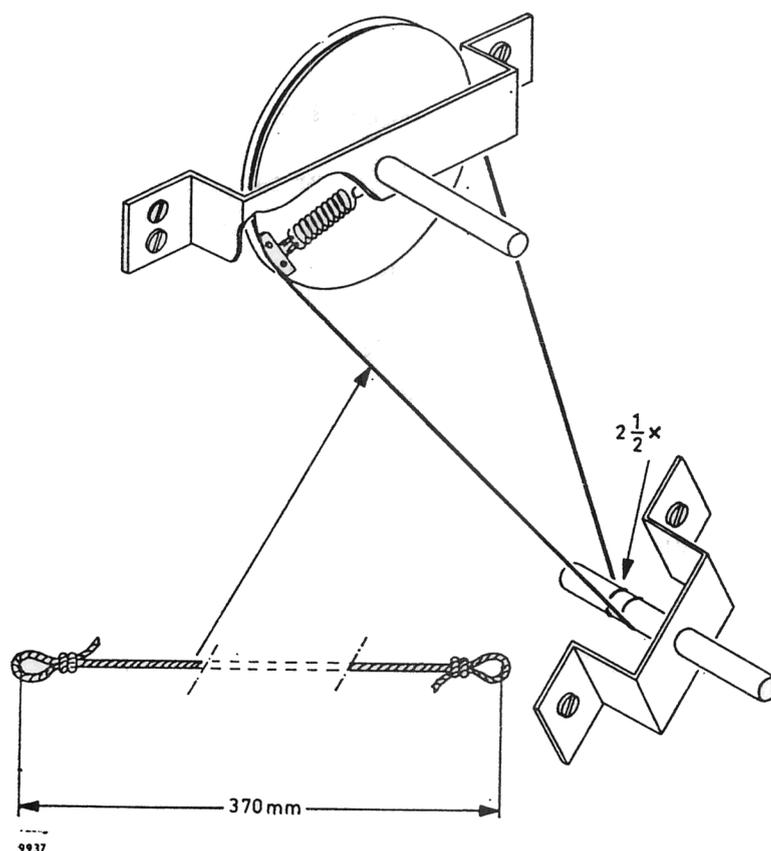

Fig. 31. Entraînement du cadran
E. REMPLACEMENT DU CÂBLE D'ENTRAÎNEMENT (voir la fig. 31)